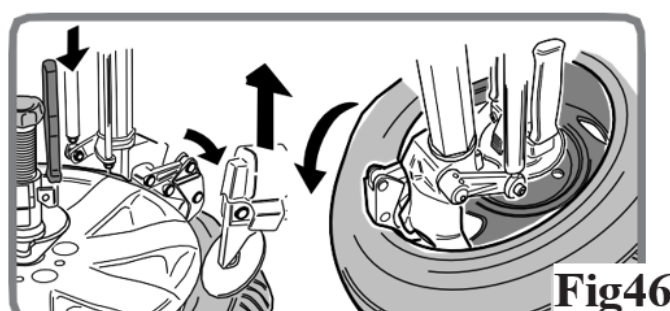

Fig46
- For nemmere indgreb i dæksiden kan det være meget hjælpsomt at bruge dæksidebryderskiven på undersiden af dækket (Fig46).